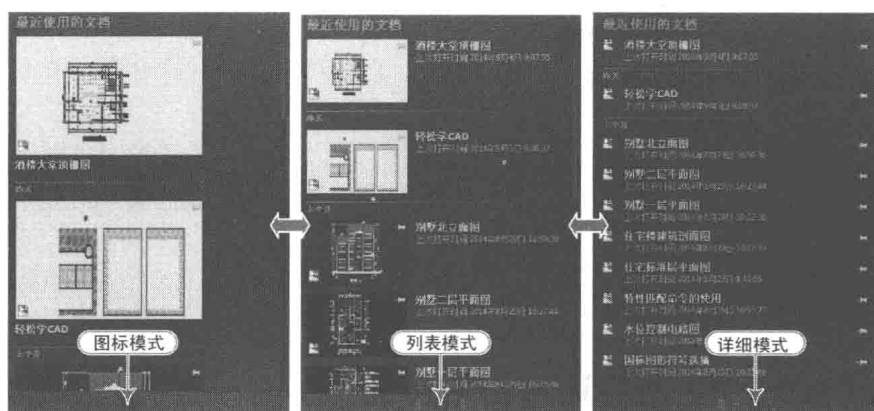

图 1-2 最近使用文档的查看
2) 在“最近使用的文档”下，可以打开和查看最近使用的图形，还可以将图形固定到列表（改变下排列方式才可以固定），如图 1-2 所示。